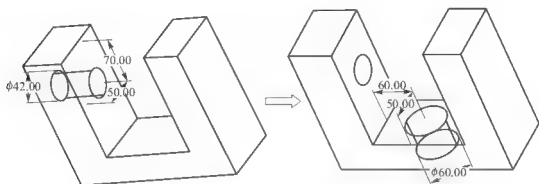

图 6.97 练习题(1)图
- (1) 使用【新参照】命令复制如图 6.97 所示的孔特征。